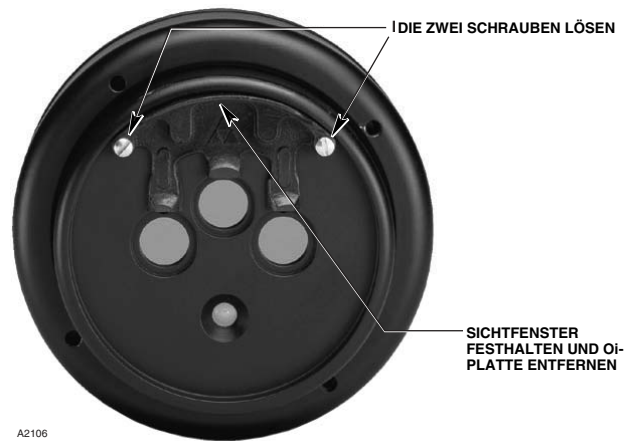

Abbildung 17—Entfernen der O_2 -Platte
1. Lösen Sie die beiden Sicherungsschrauben, halten Sie die O_2 -Platte am Sichtfenster und entfernen Sie diese vom Flammenmelder. Siehe hierzu Abb. 17.